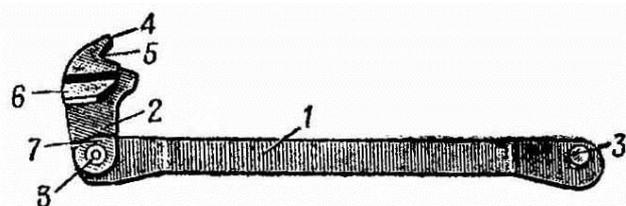

Рис. 34. Спусковая тяга с рычагом взвода:
**Спусковая тяга с рычагом взвода** (рис. 34) служит для спуска курка с боевого взвода и взведения курка при нажиме на хвост спускового крючка.